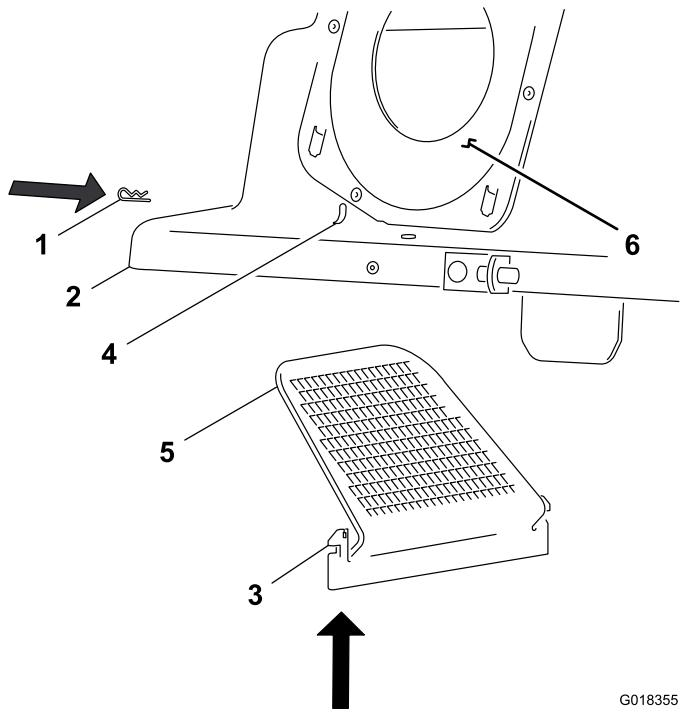

Figura 8
- Localice las ranuras del deflector, en las paredes delantera y laterales de la tapa del ensacador, y las pestañas de montaje del deflector de la tapa (Figura 8).
- Coloque la tapa con la junta del conducto a la izquierda, según se muestra en Figura 8.
- Posicione el deflector con la rejilla hacia arriba e inclinada hacia la izquierda (Figura 8).
- Introduzca el deflector en la tapa desde abajo (Figura 8).
- Alinee las pestañas de montaje del deflector con las ranuras de la tapa, y empuje las pestañas hacia arriba, a través de las ranuras (Figura 8).